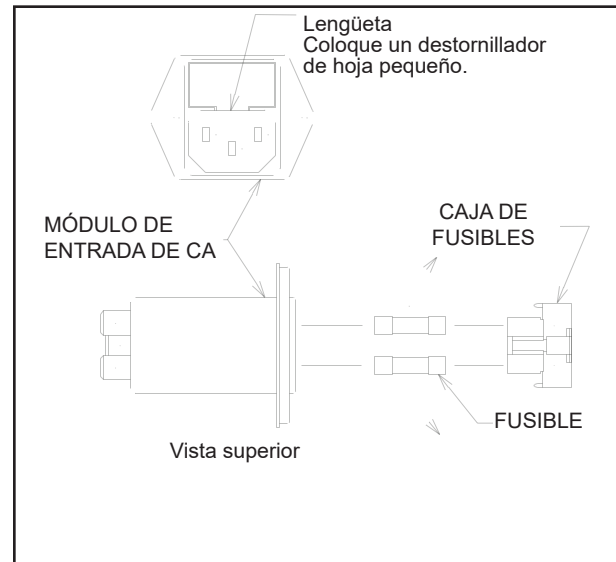

FIGURA 4
4.1.1 Desconecte el cable de alimentación del módulo de entrada de energía de CA. Refiérase a la Figura 4 y localice la lengüeta. Coloque una herramienta similar a un destornillador común pequeño bajo la lengüeta y retire la caja de fusibles. Tire de la caja con los dedos.
4.1.2 Para retirar los fusibles de la caja, inclínelos en la dirección de las flechas como se muestra en la Figura 4. Examine los fusibles y reemplácelos si es necesario.